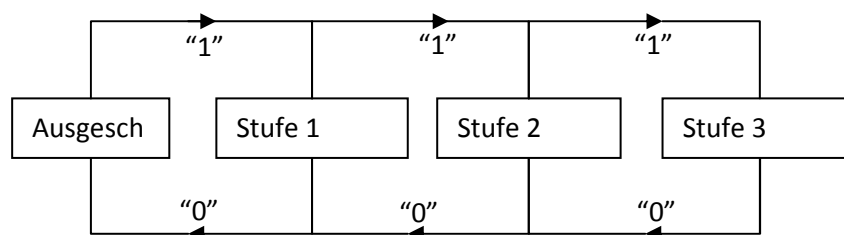
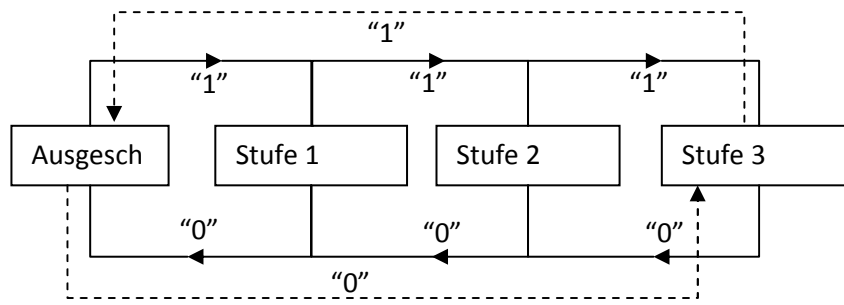

Bild 2.1 Nicht rotative, manuelle, schrittweise Steuerung
Bild 2.2 Rotative, manuelle, schrittweise Steuerung
- **Schrittweise Steuerung:** die Ventilatorgeschwindigkeit wird durch das 1-bit Kommunikationsobjekt "Ventilator: Schrittw. Steuerung" gesteuert, mit "1" wird die Stufe erhöht und mit "0" reduziert. Diese Steuerung kann nicht rotativ (Bild 2.1) oder rotativ (Bild 2.2) sein.
➤ **Individuelle Steuerung:** Wird diese Steuerungsmethode gewählt, so erscheinen automatisch 8 Kommunikationsobjekte vom Typ 1 bit. Die ersten 4 Objekte sind mit je einer Stufe des Ventilators verknüpft: "Ventilator: Stufe x" (x 0, 1, 2 oder 3), und aktivieren die betreffende Ventilatorstufe nur bei Empfang einer "1". Bei Empfang einer "0" wird keinerlei Aktion ausgeführt (siehe Bild 2.1). Die nächsten 4 Objekte, "Ventilator: Stufe x (Status)", dienen zur Information über den Zustand des Ventilators. Nur das Kommunikationsobjekt der aktiven Ventilatorstufe weist den Wert "1" auf, alle anderen Objekte haben den Wert "0".